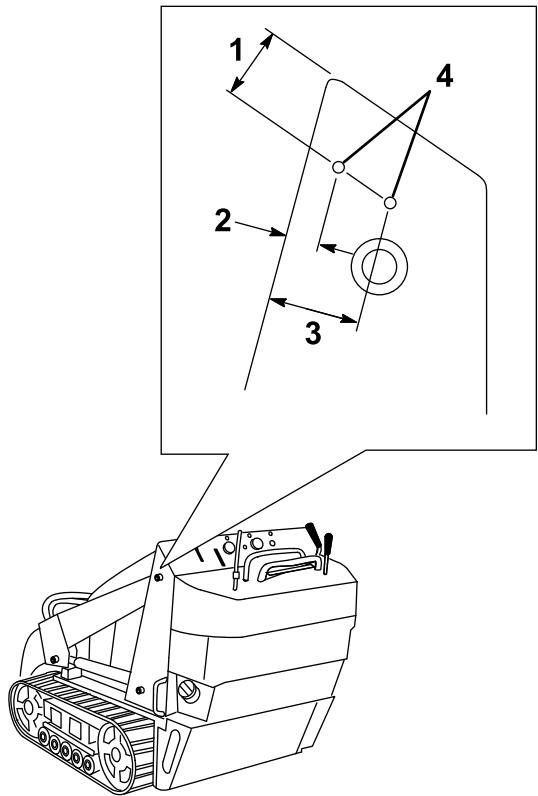

Figure 4
1. Mesurez à partir des bords du cadre, comme illustré à la Figure 4, et repérez les emplacements des trous de montage du support d'écran de protection.